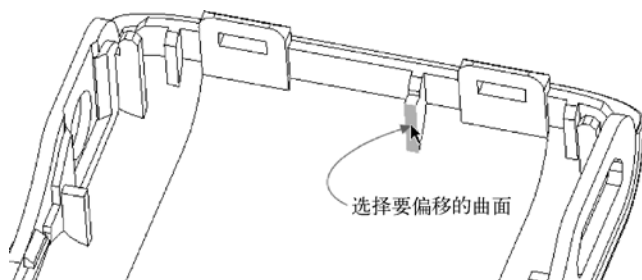

图 9-70 选择要偏移的曲面 (几何)
- 2 在图形窗口中选择图 9-70 所示的实体面作为要偏移的曲面。